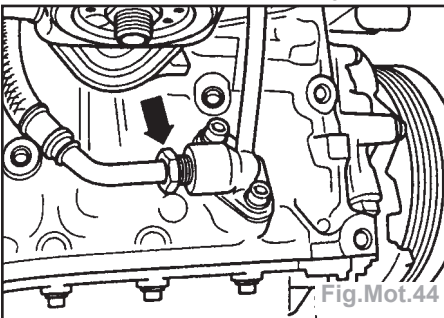

Fig.Mot.44
• du tube de guidage de la jauge d'huile la conduite de retour d'huile (Fig.Mot.44).